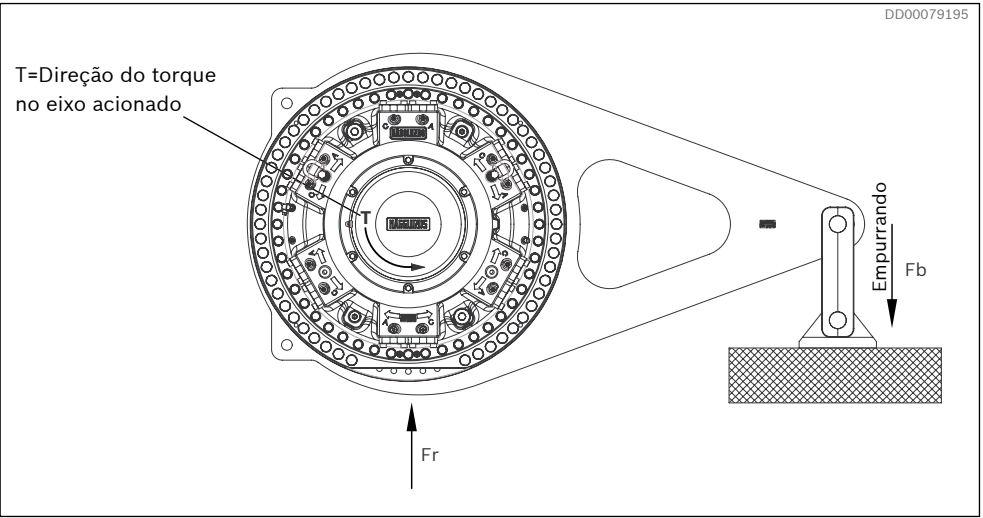
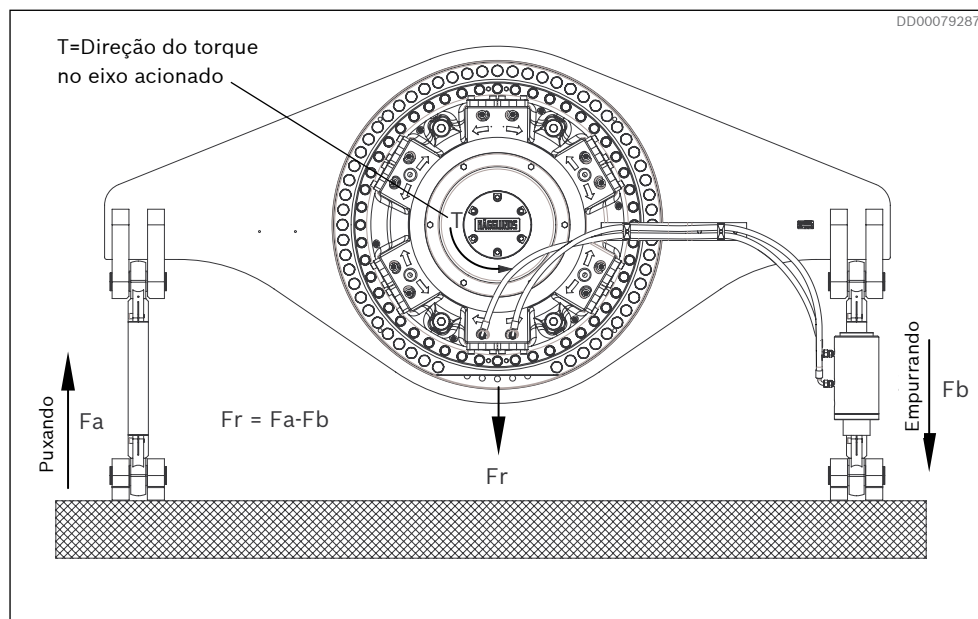

Fig. 25: Forças externas Fr, Fb para TC A
Fig. 33: Forças externas F_r , F_a , F_b para DTCBM
2. Lubrifique os parafusos (1).
3. Certifique-se de que a base possa suportar as forças do braço de torque, consulte a *Fig. 25, Fig. 33, Tabela 8 e Tabela 11*.
6. Aperte os parafusos (1) de acordo com o torque especificado na *Tabela 6: Dimensões do parafuso*.
Consulte *Fig. 25, Fig. 33, Tabela 8 e Tabela 11*.